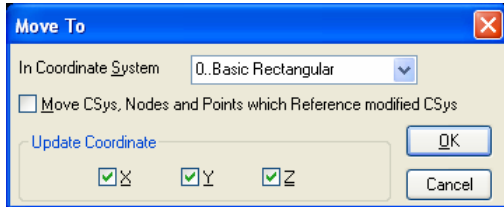

Рис.2.24. Завдання умов переміщення координатної системи
• переміщення у вказану точку початку введеної раніше координатної системи (**Modify→Move To→Coord Sys...**). На відміну від переміщення точки є можливість встановити додаткову опцію „**Move CSys, Nodes and Points which Reference modified CSys**” (Перемістити системи координат, вузли та точки, що посилаються на систему координат, яка модифікується). Якщо її обрати, то разом з координатною системою будуть переміщені усі об'єкти, що побудовані у цій системі. Також є можливість вказати, які координати (X, Y або Z) оновити (див. рис.2.24);